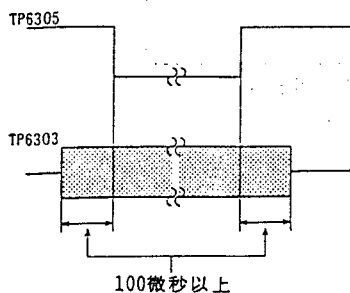

图2-31
4. 检查TP6303 (信号) 和TP6306 (接地) 的包络线是否如图2-31所示, 满足较音频磁头开关脉冲两边缘大100 微秒之规定要求。如果要求不能达至满足, 则需重新进行“磁头转换点的调整”(见“伺服电路的调整”)以及走带状况之检测。